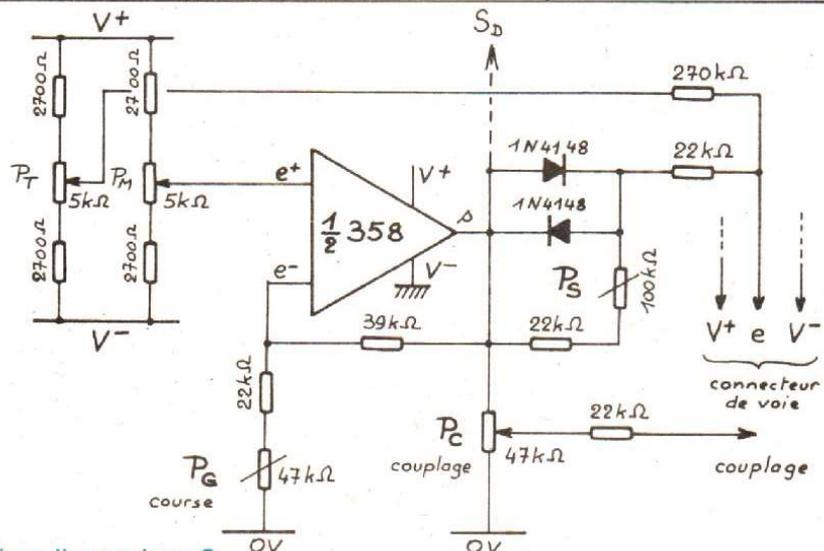

Fig. 14. — Schéma d'une voie en S.
a) Le schéma (voir la fig. 14)
ténuee par P_c. Voir figure 14 et 16. Cette sortie est exploitée dans le module « Hélicoptère ».